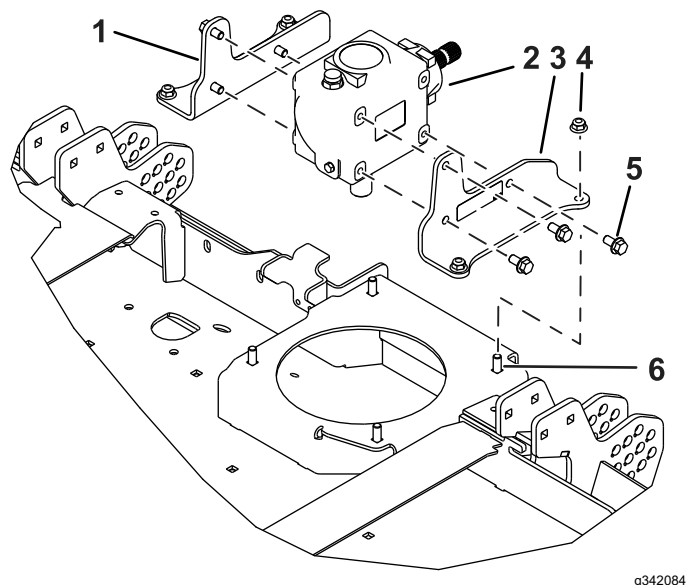

图 3
- 使用 6 个新螺栓 $\frac{3}{8} \times \frac{3}{4}$ 英寸将新支架安装到齿轮箱侧面请参阅图 3。
- 使用之前卸下的托架螺栓和螺母将支架安装到剪草机刀盘上图 3。